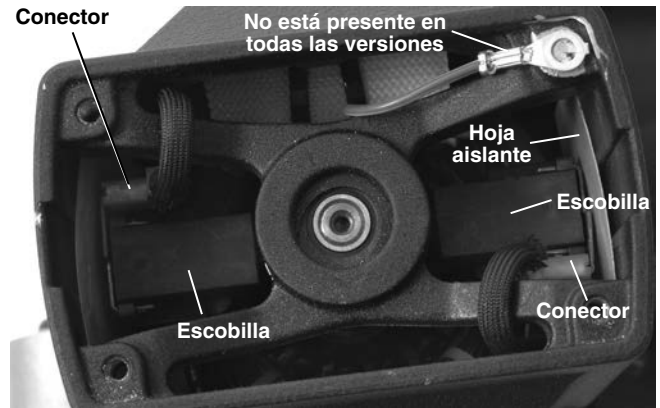

Figura 26 – Colocación de las escobillas, una vez retirada la tapa del motor
3. Con alicates, agarre el alojamiento de cada escobilla y extráigalo en forma recta hacia afuera. Desconecte el conector eléctrico. (Vea la Figura 26.)